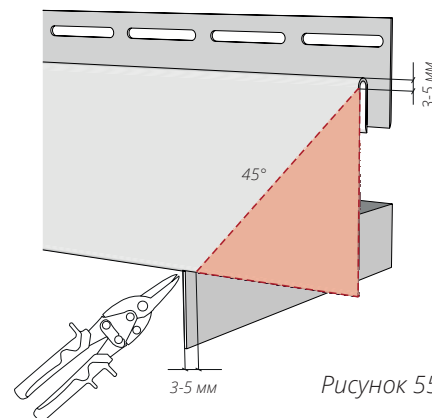
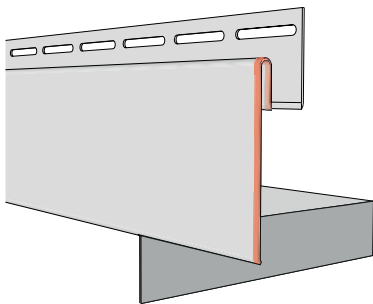
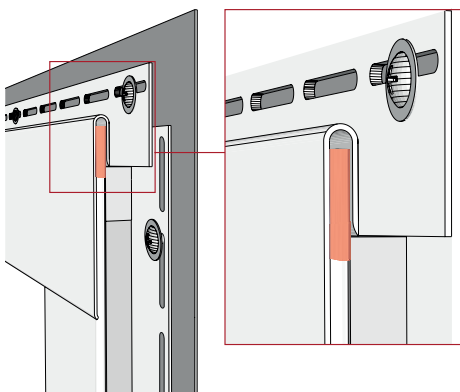

Рисунок 55
Рисунок 63
Рисунок 66
**13.11** Если соединение околооконных планок нужно выполнить под углом 45°, верхнюю околооконную планку с обеих сторон нужно подрезать согласно рис. 55.
- 13.15** После монтажа околооконные и финишные планки должны оставаться подвижными. На рис. 63, 64, 65 показаны части, которые необходимо точно подогнать. На рис. 66 показана верхняя часть боковой околооконной планки, которую можно поджать, используя клещи прямые, чтобы в месте примыкания был более легкий ход. При подрезе верхней околооконной планки под углом 45° (рис. 55) использовать поджим не нужно.